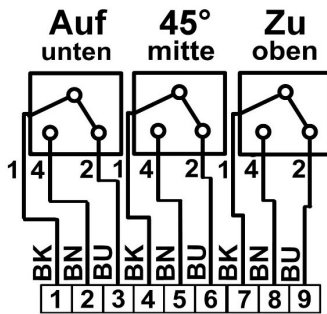

Bild 8: Anschluß der Schalter
- 4 - 6x mechn. Crouzet-Endschalter mit versilberten Kontakten, Typ.: 83161.338, Wechsler, $U = 4 - 250 \text{ V}$, $I_{\max} = 16 \text{ A (250 V AC)}$, $I_{\max} = 5 \text{ A (24 V DC)}$, weitere techn. Daten siehe Bild 8 Seite 6